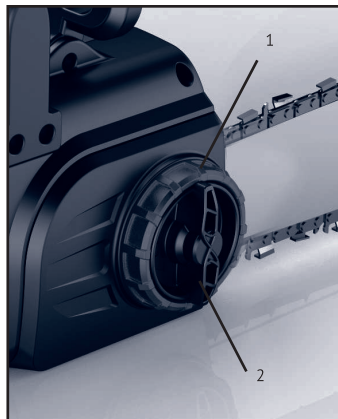

Рис.4
- Осуществив регулировку, продолжайте удерживать носок шины в приподнятом положении и крепко затяните центральную часть системы SDS (2, рис.4).
- Вручную ослабьте центральную часть системы SDS (2). Ослабьте натяжение цепи, плавно поворачивая внешнюю часть (1) системы SDS ПРОТИВ ЧАСОВОЙ СТРЕЛКИ Рис.4.